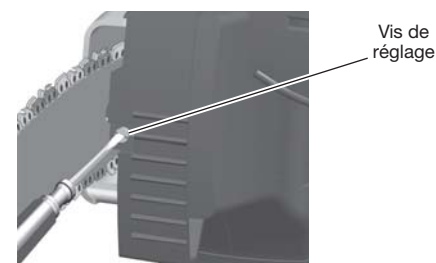

Figure 10 – Tournez la vis de réglage
2. Tournez la vis de réglage située devant la tête motrice dans le sens des aiguilles d'une montre jusqu'à ce la chaîne ne présente plus de jeu (voir figure 10).